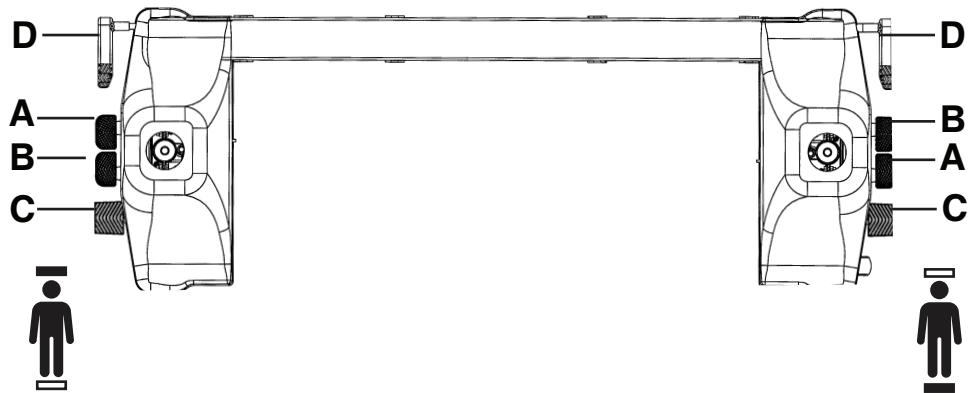

Figura 2 – Elevación o descenso de la mesa
Para subir la mesa, presione hacia abajo el pedal de la bomba (C) (Figura 2).
Para bajar el extremo de la cabeza de la mesa (posición de Trendelenburg), presione hacia abajo el pedal de liberación hidráulico (B) en uno de los extremos del producto (Figura 2).